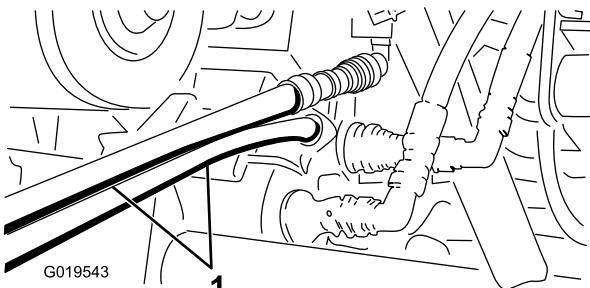

Рисунок 77
- На другом автомобиле подсоедините два шланга к муфтам, находящимся в кронштейнах (верхний шланг подсоедините к верхней муфте, а нижний шланг — к нижней муфте) (Рисунок 77).